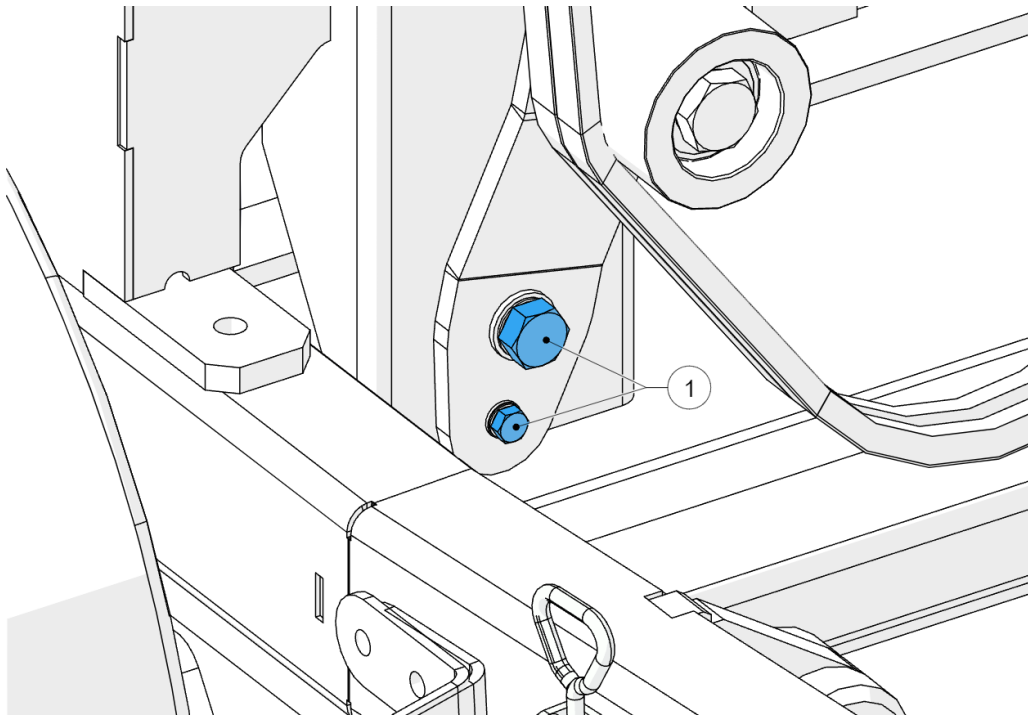

Figure 66 - Tendeur de courroie trapézoïdale
4. Localisez le tendeur de courroie principale (1, Figure 66).